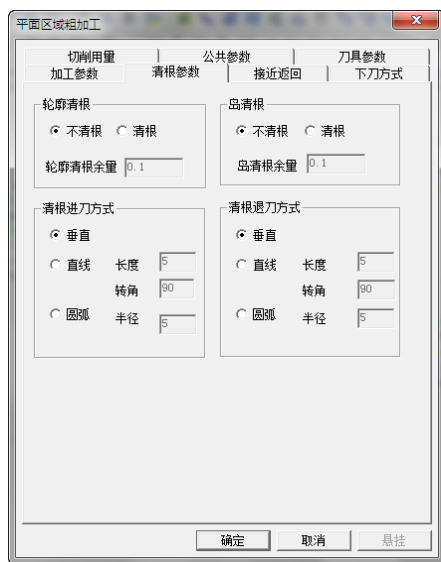

图 7-44 “清根参数”选项卡
(2) “清根参数”选项卡 可设置清根参数选项如图 7-44 所示。